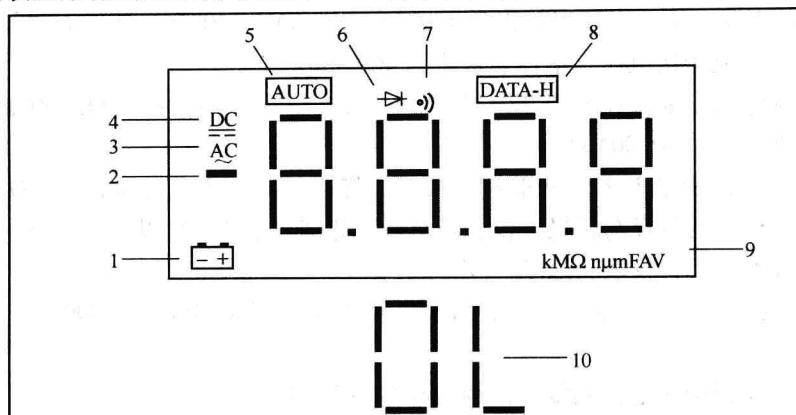

图1-1-2 万用表显示器的显示符号
4) 万用表显示器的显示符号如图1-1-2所示，其含义见表1-1-1。